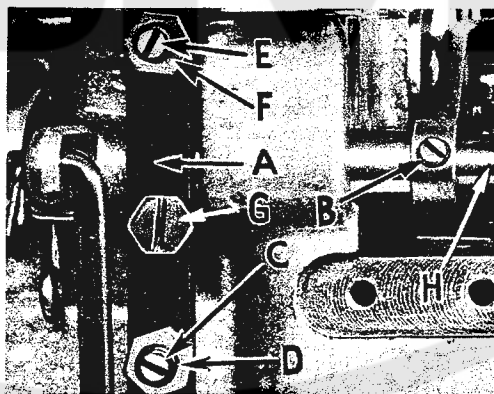

Fig. 16
Befestige den Drückfuß an seinem Arm, schwinde den Arm beim Höchststand der Nadel ein und sichere den Arm in seiner rechtsseitigen Endstellung. Wenn nötig, kann der Drückfuß nach dem Stichlochsitz der Stichplatte neu ausgerichtet werden, und zwar durch Verschieben der Drückfuß-Schwingwelle (H, Fig. 16). Um die Welle zu bewegen, löse die Schraube (B, Fig. 16) am Stelling und die Klemmschraube (G). Dann schiebe die Drückfuß-Schwingwelle je nach Bedarf nach links oder rechts. Ziehe die Stellingsschraube und die Klemmschraube wieder an.
Hebel (A, Fig. 16) und der Stelling (B) sichern diese Achse seitlich. Achte darauf, daß der Drückfußarm sich nicht verklemmt oder in die Höhe geht, wenn der Druck weggenommen ist. Um den Nadelschlitz am Drückfuß mit dem Stichloch der Stichplatte in Übereinstimmung zu bringen, löse die Drückfuß-Gelenkschraube.
Stelle die Hub-Begrenzschaube (C, Fig. 16) so ein, daß der Fuß nicht weiter angehoben werden kann als es der Obergreifer zuläßt. Hierauf ziehe die Sicherungsmutter (D) fest an. Der Drückfuß-Lifterhebel soll etwa $1/16''$ bis $1/8'' = 1,6 \text{ mm}$ bis $3,2 \text{ mm}$ freien Weg haben bevor der Drückfuß angehoben wird. Diese Einstellung wird mit der Schraube (E) vorgenommen und durch die Mutter (F) gesichert. Zum Schluß montiere das Stoffablaufblech, den Stoffanschlag und die Scharnierplatte.
Assemble the presser foot to presser arm. With needle in high position, swing presser arm into sewing position and set the presser foot to align needle holes (front and back) and flat on throat plate. The front edge of needle hole in presser foot must be aligned with front edge of needle hole in throat plate. It is also important that the bottom of the presser foot be flat on the throat plate. If necessary, presser foot can be realigned with throat plate slots by shifting the foot lifter lever shaft (H, Fig. 16). To move the shaft, loosen collar screws (B, Fig. 16) and clamp screw (G) and then shift the foot lifter lever shaft to the left or right as required. Retighten collar screws and clamp screw.
The foot lifter lever arm (A, Fig. 16) and the collar (B) secure the shaft. Be sure the presser arm does not bind and rise when presser foot release bushing is unlocked.
Adjust lifter lever stop screw (C, Fig. 16), so that presser foot can be raised no higher than upper looper will permit; then lock the nut (D). There should be from $1/16''$ to $1/8'' = 1,6 \text{ mm}$ to $3,2 \text{ mm}$ free motion of foot lifter lever before the presser foot begins to rise. This adjustment should be made with screw (E) and locked with nut (F). Re-assemble the chip guard, fabric guard and cloth plate. To assemble chip guard, turn handwheel until upper knife assembly reaches its highest position.